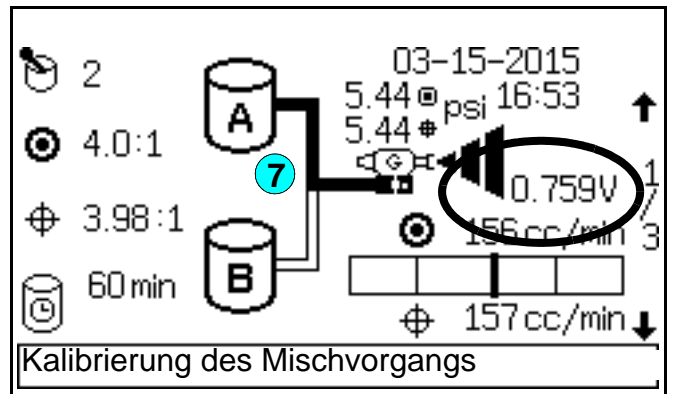

ABB. 98. Statusbildschirm
5. Kehren Sie zum **Statusbildschirm** zurück (siehe ABB. 98). Die Statusleiste unten am Bildschirm wird anzeigen, dass Kalibrierung des Mischvorgangs im Gange ist.
7. Am **Statusbildschirm** (siehe ABB. 98) wird die Spannung bei 0 beginnen und allmählich auf 3,3 V steigen. Die Durchflussrate wird auch ansteigen während der Kalibrierung, aber möglicherweise wird das bei den ersten paar Spannungszunahmen nicht angezeigt.